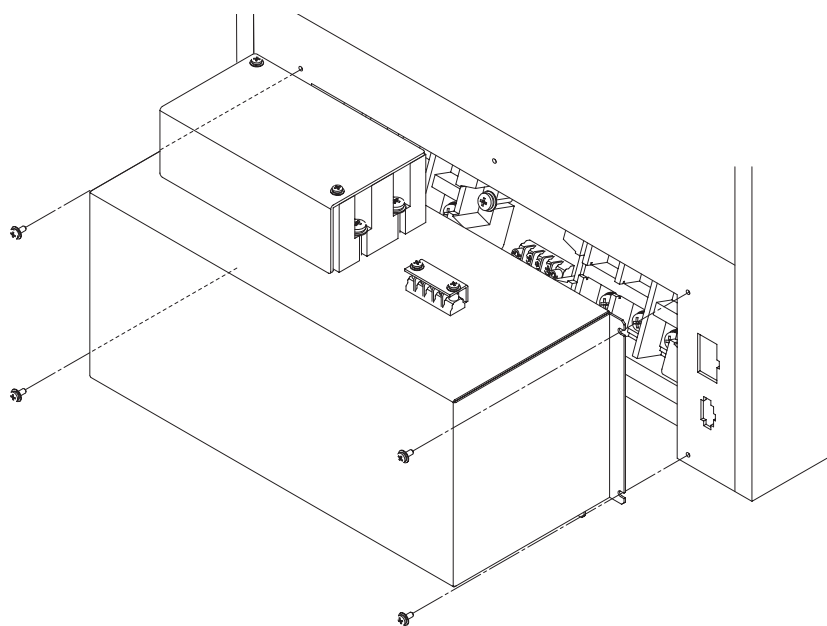

図 2-3 PCR-LA 本体に固定
3. 手順 2 で外したねじ (M3) を使用して、本機を PCR-LA 本体に固定します (図 2-3)。